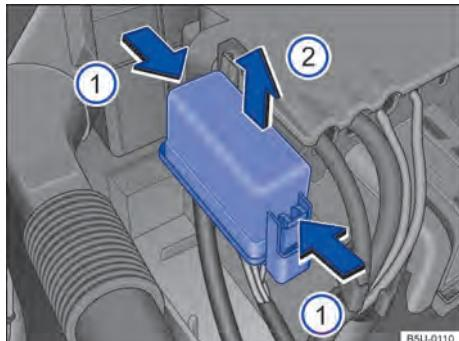

Fig. 164 No compartimento do motor: cobertura da caixa de fusíveis.
- Pressionar as travas no sentido da seta → Fig. 164 ①, para destravar a cobertura da caixa de fusíveis.
- Remover a cobertura por cima, no sentido da seta ②.
- Para a **instalação**, colocar a cobertura sobre a caixa de fusíveis. Pressionar a cobertura para baixo, no sentido contrário da seta ②, até que trave de forma audível.